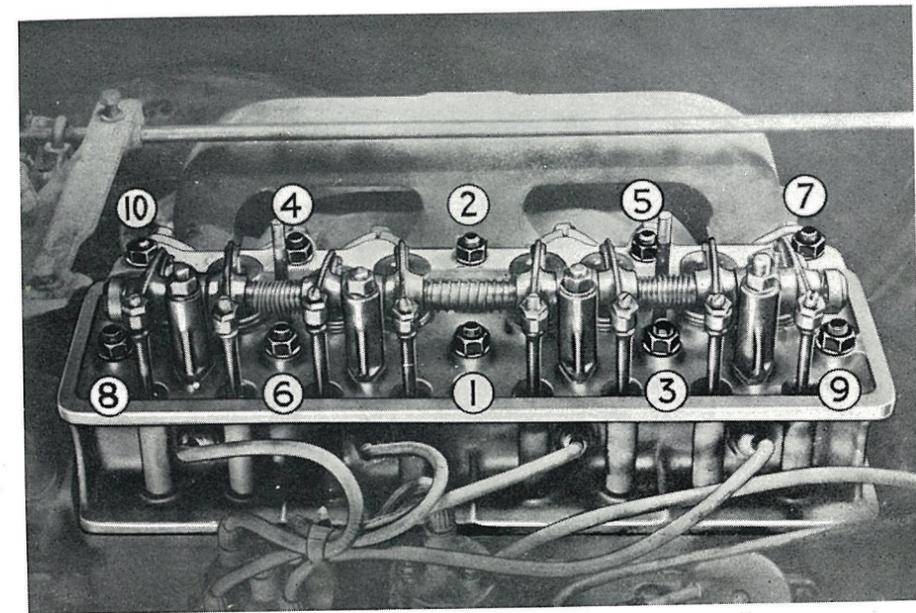

FIG. 15
3. Placer la culasse et serrer les écrous dans l'ordre indiqué à la figure 15 à un couple de 8,5 à 9 m/kg.